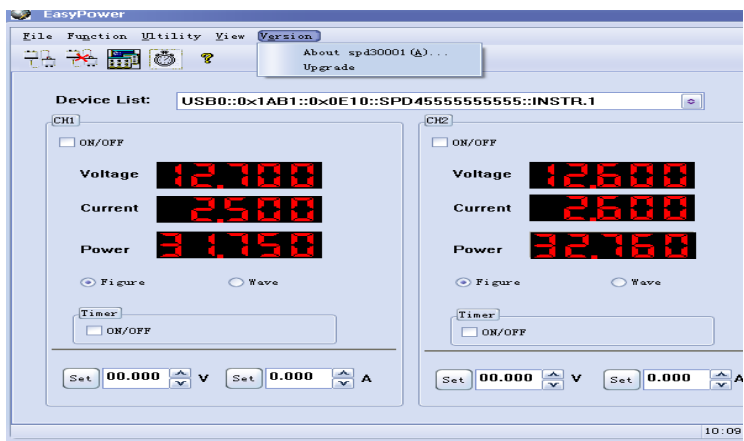

图1
- (1) 确认连接好 USB 线缆, 打开 EasyPower 软件, 并确认与机器连接上。
- (2) 如图 1 所示, 点击 Version 菜单上的 Upgrade 的子菜单, 进入 USB 固件升级的对话框。